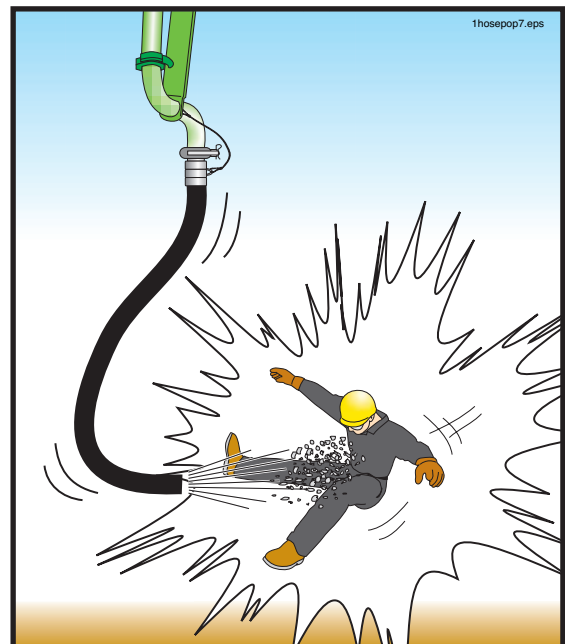

Figura 47
⚠ ADVERTENCIA ¡No deje bajar demasiado el nivel de concreto que hay en la tolva! Si aire es absorbido en los cilindros del material, la bomba comprimirá el aire. El aire comprimido siempre representa un peligro cuando es expulsado a través de la tolva o de la tubería (Figura 47). Si entra aire en los cilindros de material, siga los pasos siguientes para eliminarlo:
3. Las personas que se encuentren en el extremo de descarga o cerca de la línea de distribución deberán ser advertidos que se alejen hasta tanto todo el aire haya sido purgado. El personal se debe mover a una distancia prudente y razonable mas allá del área de movimiento de la manguera o del punto de descarga, y se debe usar el equipo de protección personal (PPE) (Figura 47).
movimiento del sistema de descarga. El personal se debe mover a una distancia prudente y razonable mas allá del área de movimiento de la manguera de extremo o del punto de descarga, y se debe usar el equipo de protección personal (PPE) (Figura 47).